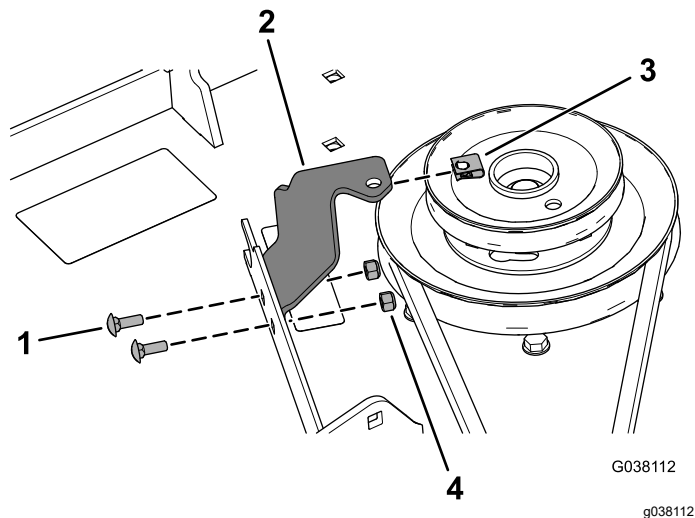

Bild 33
- Befestigen Sie die Halterung für die Riemenabdeckung mit zwei Schlossschrauben ($\frac{1}{4}$ " x $\frac{3}{4}$ ") und zwei Sicherungsmuttern ($\frac{1}{4}$ ") am Mähwerk, wie in Bild 33 abgebildet.
- Bringen Sie die Blechmutter an der Halterung für die Riemenabdeckung an (Bild 33).